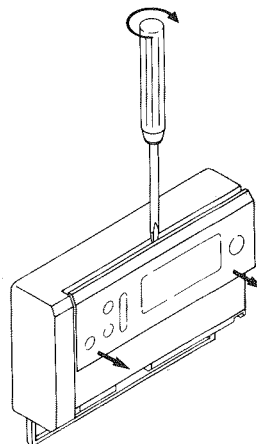

Abb. 4.27
2. Blindabdeckung bzw. Bedieneinheit mit einem Schraubendreher aushebeln und an den Griffmulden des Sockels (oben und unten) gerade nach vorn herausziehen (Abb. 4.27).